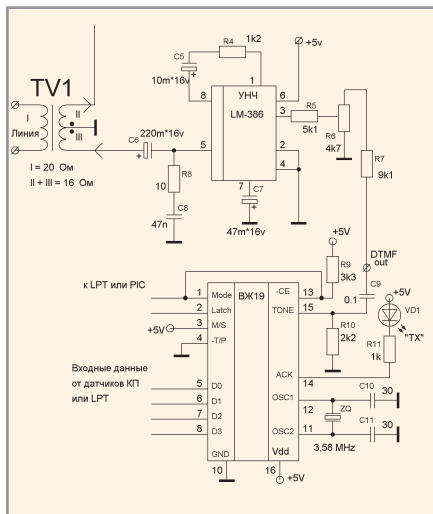

Рис. 2. Блок ТП: передатчик и УНЧ
- передатчика с усилителем сигнала для проводной линии связи (см. рис. 2).